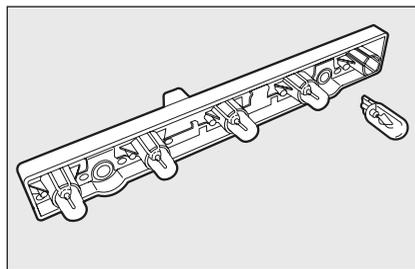

Рис. 26
- витягніть і поміняйте лампи **(рис. 26)**.